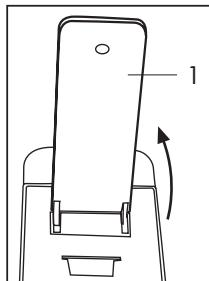
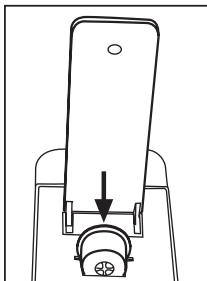

Fig. 8
Fig. 9
- Levante completamente la palanca de mando (1) (**Fig. 8**) e inserte una cápsula en el espacio adecuado. (**Fig. 9**)